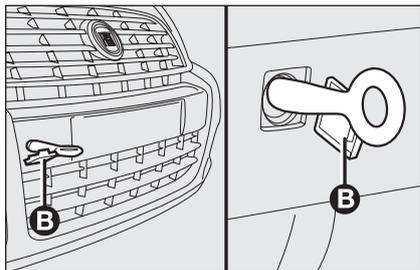

fig. 27
- sacar la compuerta delantera o trasera **B-fig. 27** utilizando el destornillador del equipamiento;